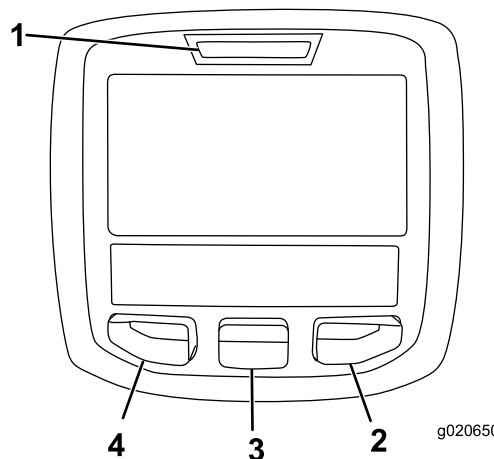

Figura 22
O ecrã LCD InfoCenter mostra informações acerca da máquina, por exemplo, o estado de operação e vários diagnósticos e outras informações acerca da máquina (Figura 22). Existe um ecrã de inicialização, ecrã de informação principal, ecrã de informação do motor da unidade de corte (UC) e ecrã de informação da tração.